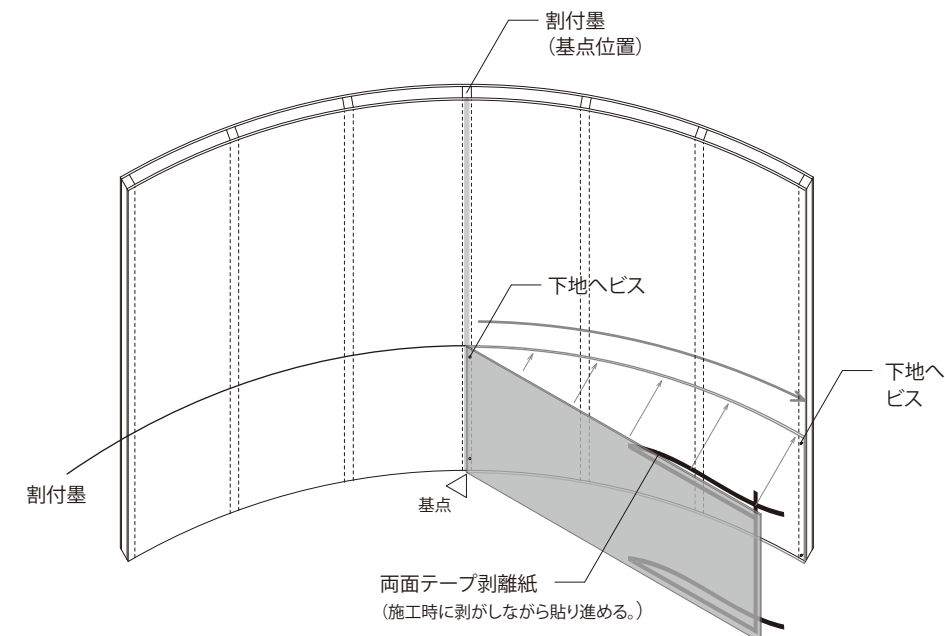

図12 基点位置 (Belle K-CAL 横貼り)
①基点位置確認
- 図12の様に、基点位置へBelle K-CAL短端部を合わせます。(横貼り)
②端部ビス固定
- 図12の様に端部をビスで固定します。曲面壁に沿わせて圧着させた後、基点側と同じようにビスで固定して下さい。